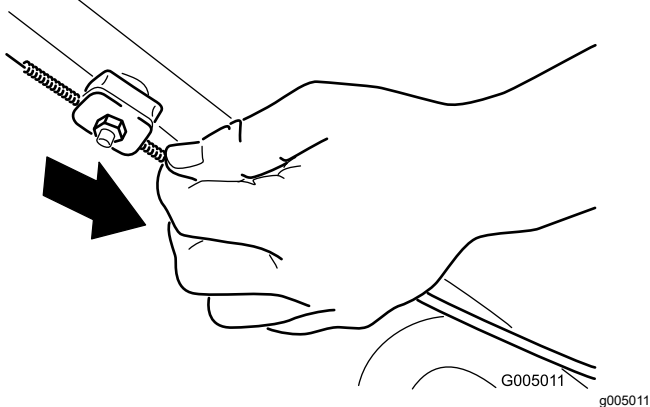

Figure 43
3. Tirez la gaine du câble vers le bas (vers la tondeuse) pour éliminer le mou du câble (Figure 43).